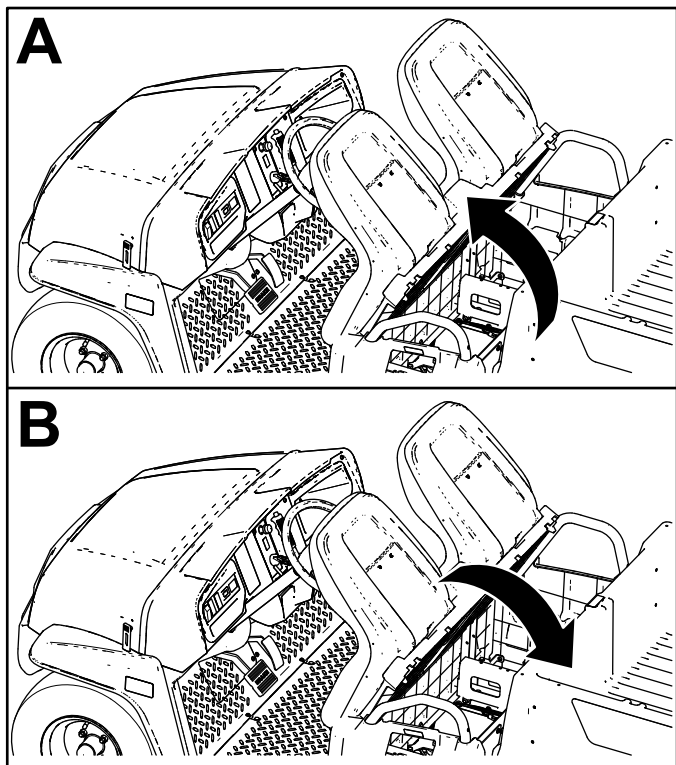

图 26
要升起座椅组件将其向前推直至依靠到方向盘上图 26。
要放下座椅组件将其向后推直至回到原来的位置图 26。
1. 将座椅组件向前推到升起位置图 26。